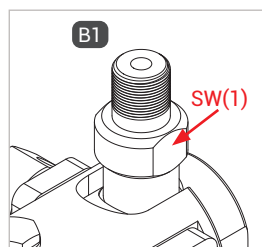

Abbildung 2
- ▶ Halten Sie beim Montieren des Füllschlauches an der Schlüsselfläche SW(1) (Abbildung 2) mit einem Gabelschlüssel gegen.
- ▶ Verschrauben Sie die Betriebsmedienzuleitung „B1“ druckdicht mit dem Anschluss des Füllschlauches (Abbildung 2).